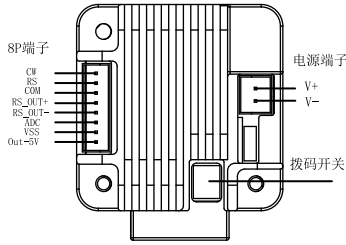
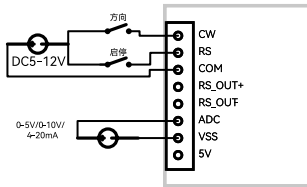

图2 尾部驱动单元展示图
图3 接线示意图
- 将随机附带的线缆按照下图2所示安装好，8P端子插在下图2标记“8P端子”上，2P端子插在下图标记“电源端子”上，具体接线参照图3和表4进行接线。